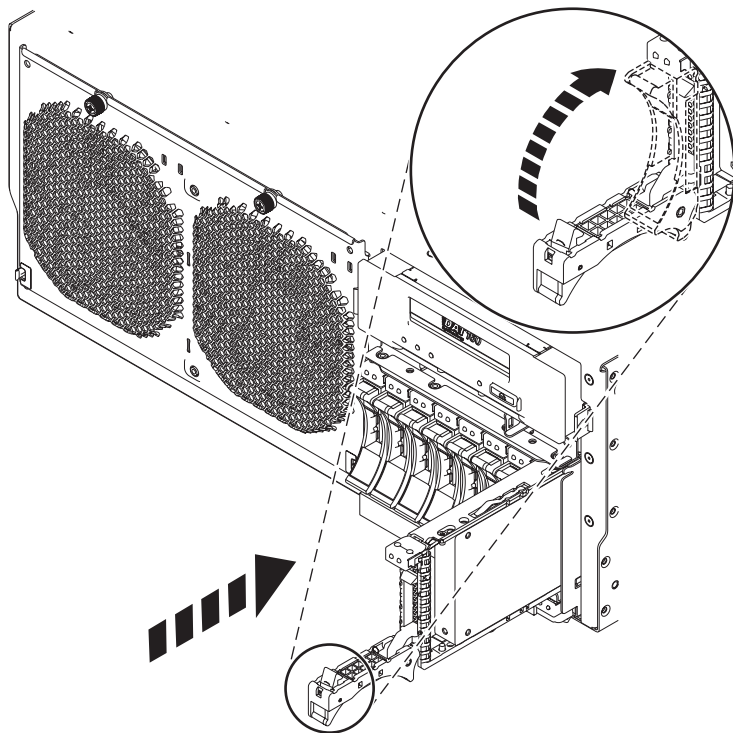

Figura 42. Sustitución de una unidad de disco en el sistema
7. Cuando el LED de identificación se encienda de manera fija, deslice la unidad de disco o la unidad de estado sólido hasta el fondo del sistema o de una unidad de expansión y empuje hacia adentro el asa de la unidad (A) hasta que quede encajada, como se muestra en Figura 42 en la página 72.